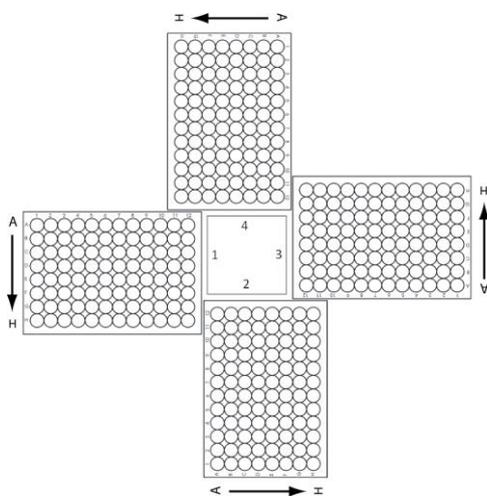

図 3 Agilent Labware MiniHub プレートの向き
- 表 18 に従い、Labware MiniHub にチップボックスをセットします。プレートの向きは図 3 を参照します。
1. 表 23 に従い、Labware MiniHub にチップボックスをセットします。プレートの向きは図 3 を参照します。